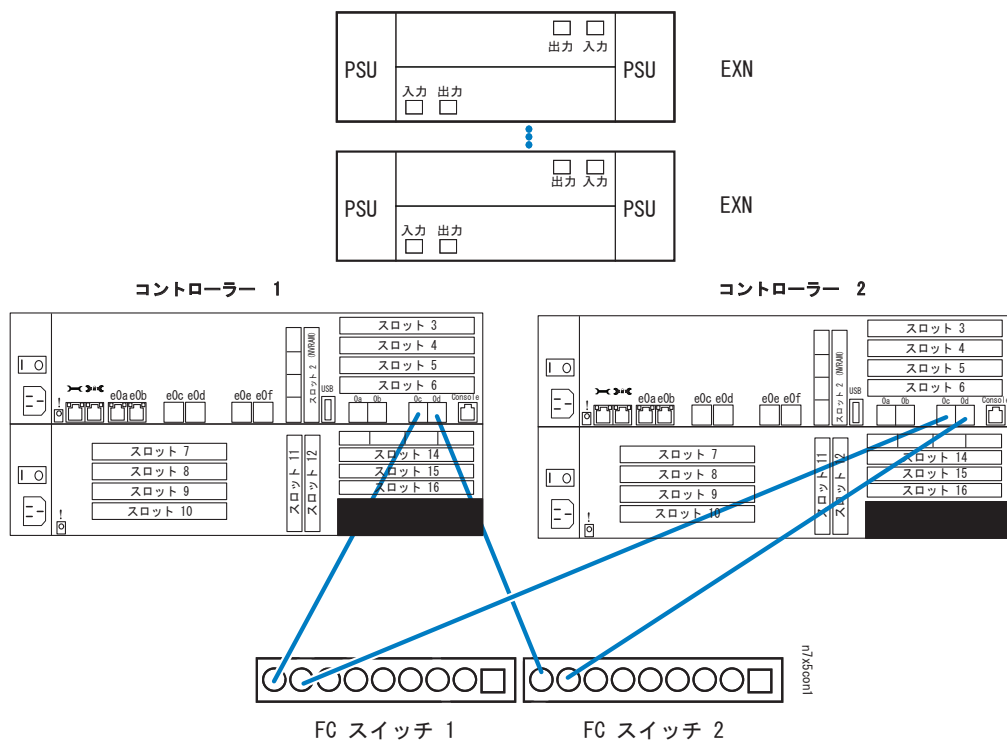

図7. N7x50T シリーズ・システムからファイバー・チャンネル・スイッチへのケーブル接続
1. 18 ページの図 7 に示されているように、両方の N7550T および N7950T コントローラー・モジュールのオンボード・ポート 0c を 1 台のファイバー・チャネル・スイッチの 2 つのポートに配線します。
2. 18 ページの図 7 に示されているように、両方の N7550T および N7950T コントローラー・モジュールのオンボード・ポート 0d を 2 台目のファイバー・チャネル・スイッチの 2 つのポートに配線します。